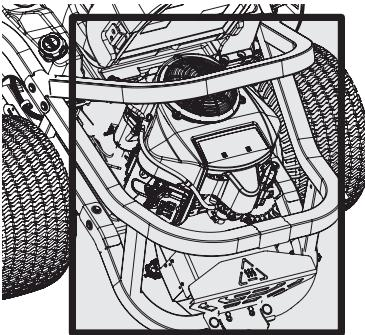

Figure 23
- Nettoyez autour des fusibles, les deux côtés des ailettes de refroidissement des transmissions, le collecteur d'échappement, le câblage électrique et les faisceaux, le tuyau du silencieux, le pare-chaleur du silencieux, les grilles d'entrée d'air du moteur et les ailettes de refroidissement, entre autres. Voir Figure 23.